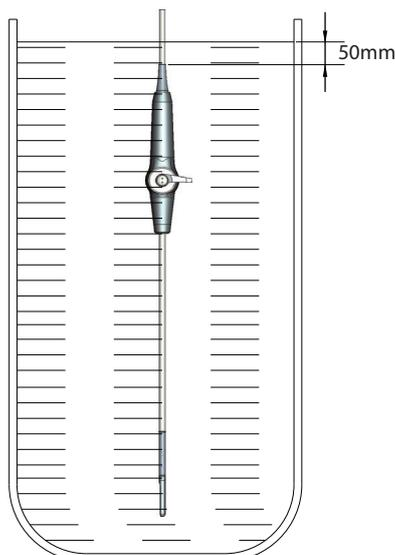

Рисунок 11-6 Погружение интраоперационного датчика
3. Погрузите датчик в дезинфицирующее средство, как показано на рисунке Рисунок 11-6, и встряхните датчик соответствующим образом для удаления пузырьков с его поверхности.